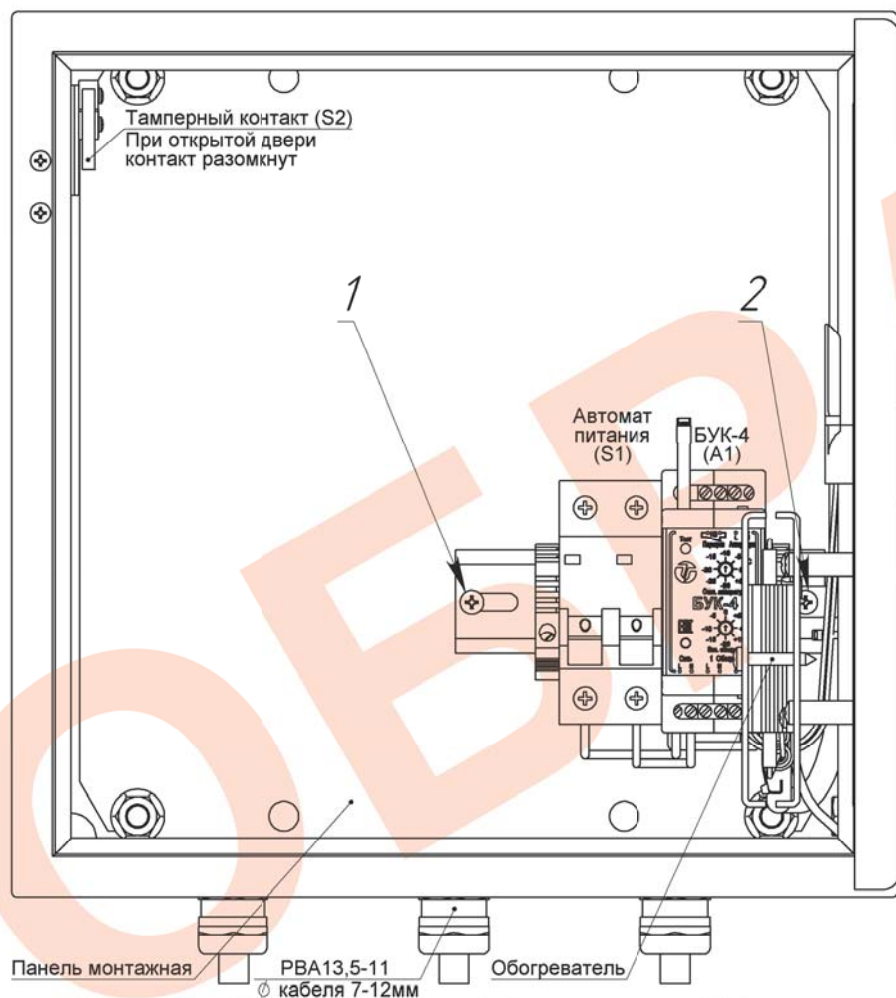

Рис. 1. Устройство термошкафа (дверь открыта на 90°)
Для установки в термошкаф телевизионного (электронного) оборудования необходимо извлечь монтажную плату (рис.1) из термошкафа, для чего необходимо:
3. Снять с монтажной платы DIN-рейку с установленными на ней автоматом питания S1, и блоком управления климатом БУК-1, выкрутив крепящие DIN-рейку саморезы 1 и 2 (рис.1).